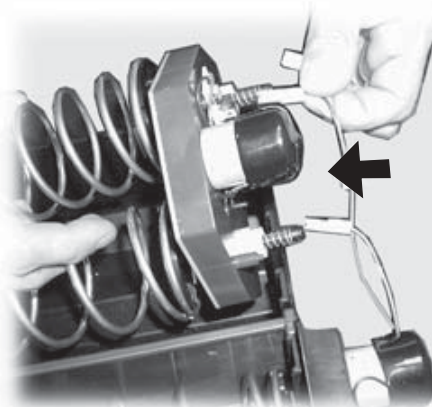

Fig. 54
- conectar los dos conectores eléctricos (Fig. 54);